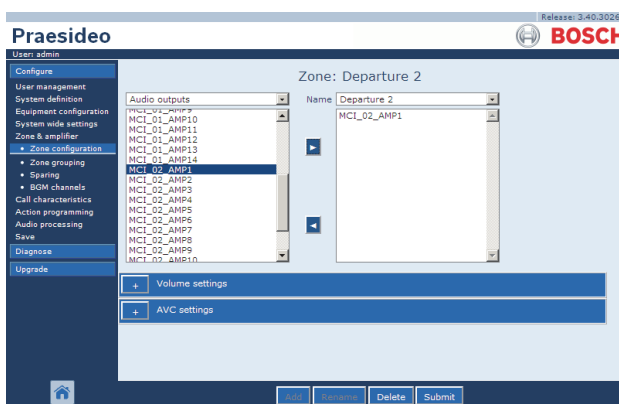

abbildung 46.5: Neue Zone erstellen, Schritt 5
- 5 Wählen Sie den ausgewählten Ausgang per Doppelklick oder klicken Sie auf die Schaltfläche *>*, um der Zone den Ausgang hinzuzufügen (siehe abbildung 46.5).